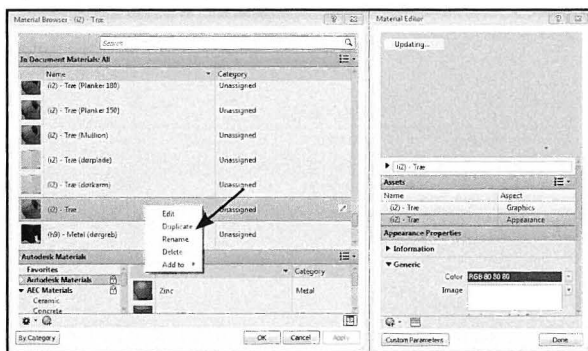

Fig. 05.36. Tag en kopi: Duplicate.
- Opret et nyt materiale, ved at højreklikke på et eksisterende materiale og vælge *Duplicate* (Fig. 05.36)